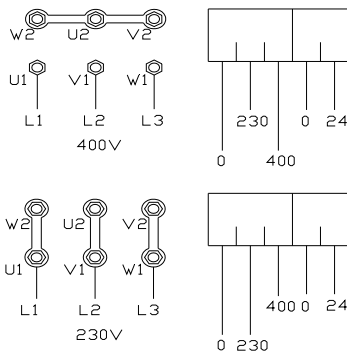

Fig.44
2. Gebruik het elektrische schema (Fig. 44 + 46) voor de aansluiting op het elektrische net. Sluit de kabel aan in de schakelkast. Indien het voltage afwijkt van de voltage zoals aangegeven op de hefbrug, verander dan de aansluiting op het motorblok en de trafo en vervang de thermische beveiliging (bestel deze bij uw leverancier) Sluit de kast en laat de brug omhoog en omlaag lopen dmv. het bedienen van de stijg- en daalknop. Indien deze omgekeerd werken draai dan de 2-fasedraden om.